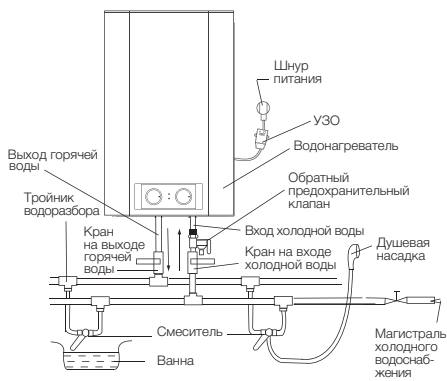

Рис. 7
- Если необходимо реализовать многоканальную систему водоснабжения, используйте способ соединения (см. рис. 7 и 8).